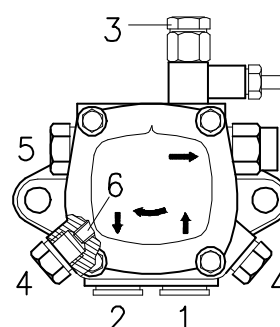

Fig. 18
7.3 Pomp (Fig. 18)
- Opdat de pomp zichzelf kan aanzuigen, is het noodzakelijk één van de schroeven 3)(Fig. 18) van de pomp los te draaien, om de aanzuigleiding te ontluchten.
De druk van de pomp kan aangepast worden met behulp van de daartoe voorziene schroef 5) (Fig. 18 Pag. 19).